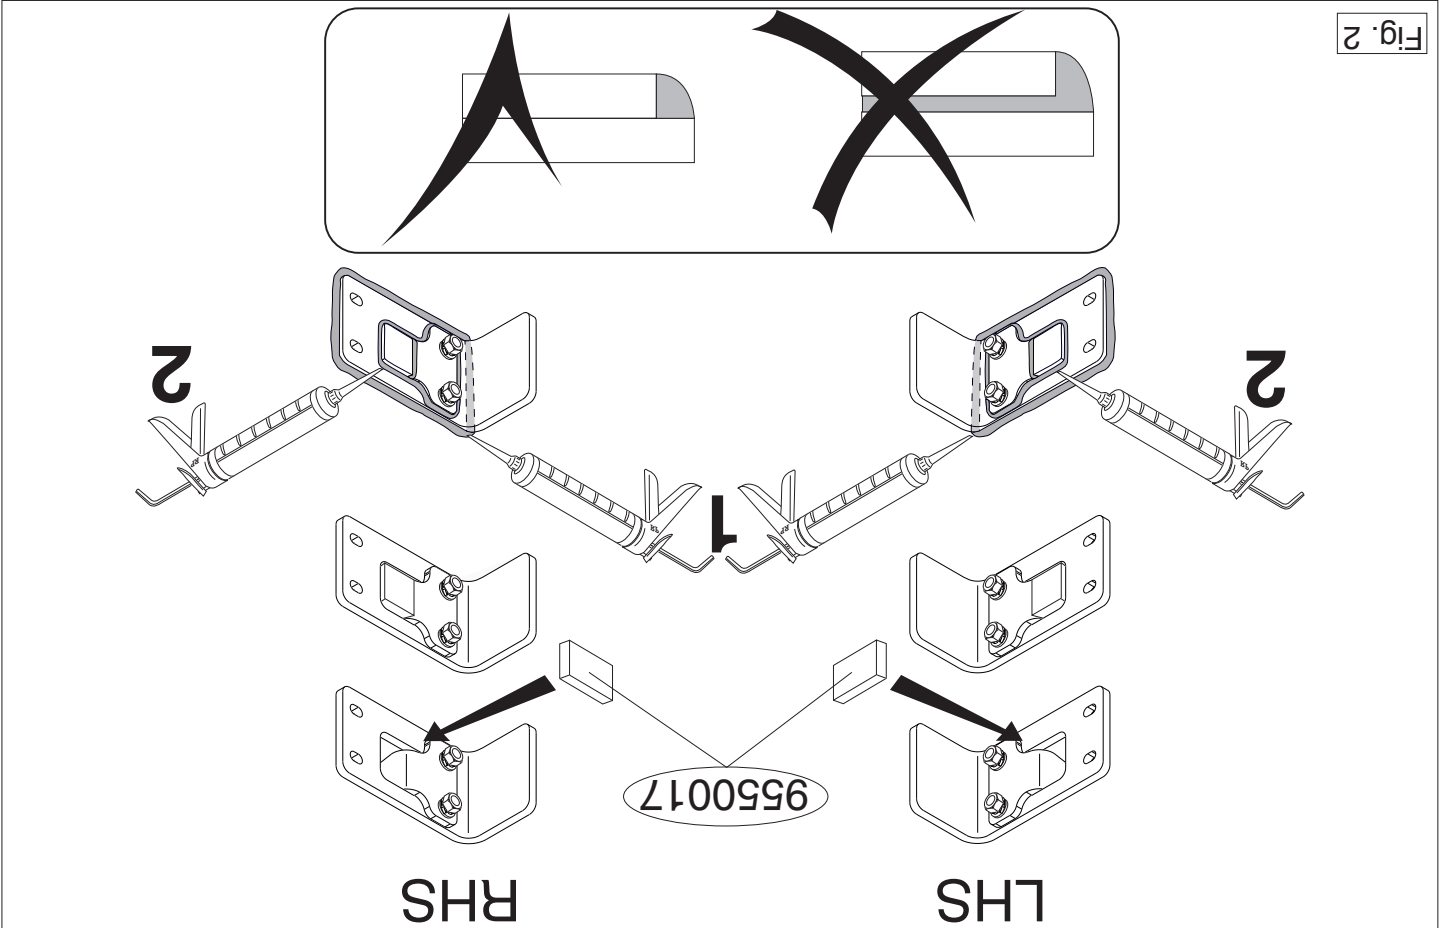

Fig. 2
10. Plaats de twee PE schuimblokken als afdichting en kit de aangegeven delen af (zie fig. 2).
10. Place the two PE foam blocks as spacers and seal the portions indicated (see fig. 2).
10. Die zwei PE-Schaumböcke als Dichtung anbringen und die angegebenen Teile kitten (siehe Abb. 2).
10. Placer les deux blocs de mousse PE en guise de colmatage et boucher les parties indiquées (voir la fig.2).